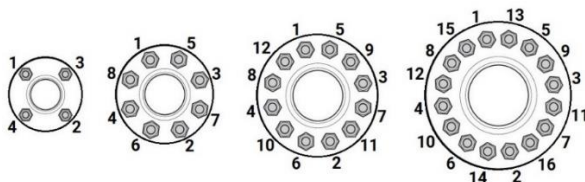

Рисунок 10 – Порядок затяжки крепежных болтов/шпилек
5.21. Далее, при открытом положении ЗДПМ, производится окончательная затяжка шпилек/болтов по перекрестной схеме (см. рис. 10). Рекомендуемые моменты затяжки указаны в таблице 8.